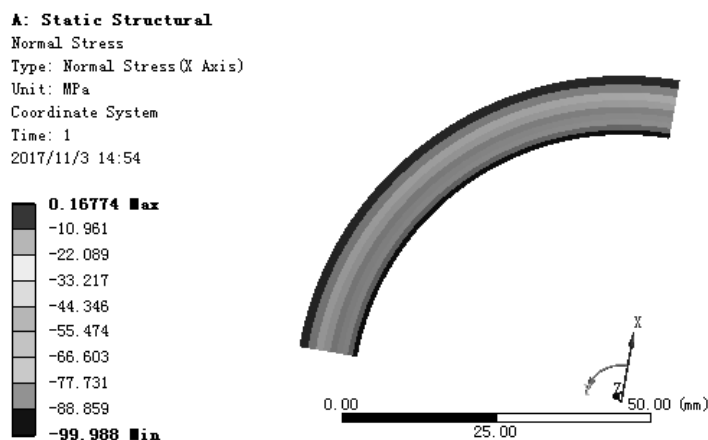

图 7.5.37 径向应力结果图解
(3) 查看径向应力结果图解。在“Outline”窗口中选中  **Normal Stress**，查看图 7.5.37 所示的径向应力结果，其最小径向应力为 -99.988 MPa，最大径向应力为 0.16774 MPa。